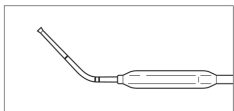

Figura 8. Flexión de la trompa de Eustaquio
- **Trompas de Eustaquio:** Para tratar las trompas de Eustaquio, se recomienda utilizar una flexión de aproximadamente 45° en la marca de 2 cm (figura 8).